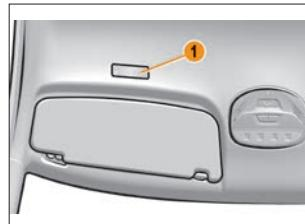

Рис. 2. Микрофон MMC
**2.3.** Ниже приведено описание особенностей управления автомобиля с автоматизированной (AMT) коробкой передач и левым расположением органов управления (см. рис. 2), которые необходимо учитывать при эксплуатации автомобиля согласно требованиям основного РЭ автомобиля:
Перед солнцезащитным козырьком водителя расположен микрофон 1 MMC (рис. 2).